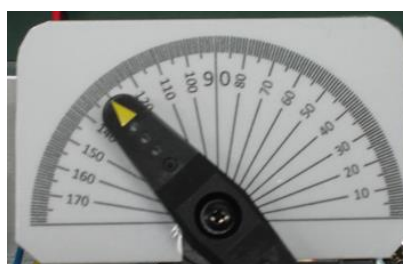

図 3-12
(2) サーボの回転角をスケールで読み取る。（図 3-12 参照）